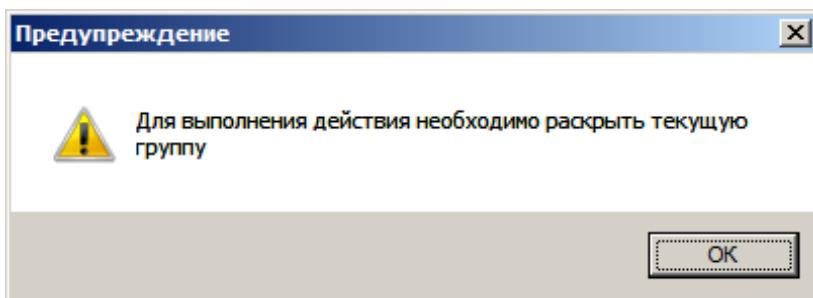

Рис. 1. Предупреждающее сообщение
- Если курсор установлен на скрытой/раскрытоей локальной смете, то добавление нового подраздела запрещено. Программа выведет на экран предупреждающее сообщение (см. рис. 1).
- Если курсор установлен на сметной строке локальной сметы, то добавление нового подраздела запрещено. Программа выведет на экран предупреждающее сообщение (см. рис. 1).